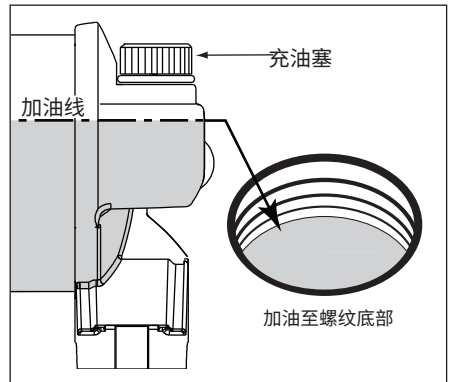

图 16, 油箱油位
3. 检查油位。见图 16。如果油位过低, 则加油, 直至油位达到充油塞孔螺纹底部为止。